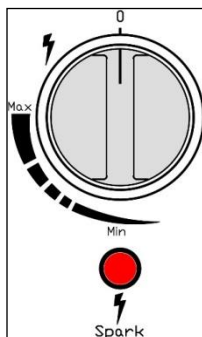

Figure 6
- Maintenez le robinet gaz, **presser le boutons rouge d'allumage** situé sous ledit bouton, jusque à l'allumage du pilote (Figure 6)